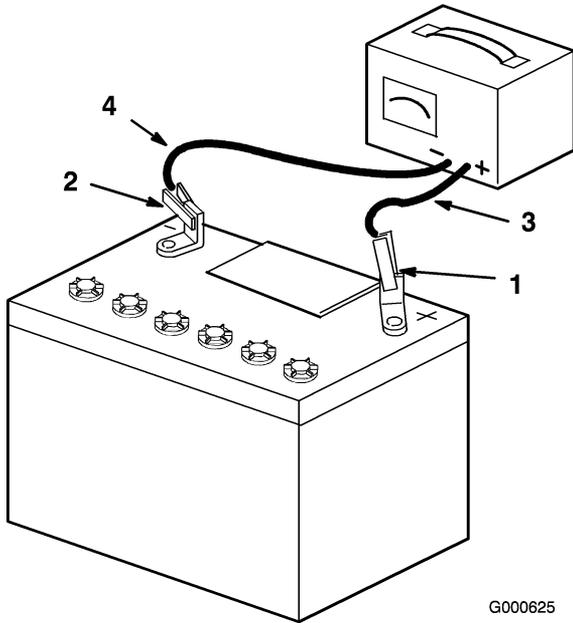

Figure 6
8. Quand la batterie est chargée au maximum, débranchez le chargeur de la prise, puis débranchez les fils du chargeur des bornes de la batterie (Figure 6).